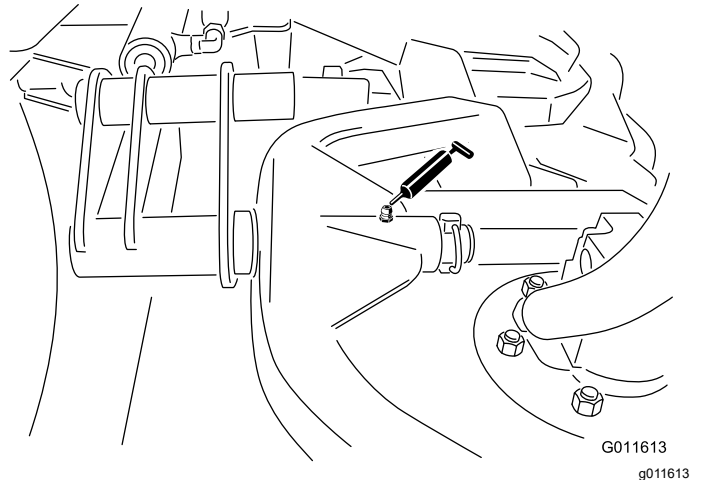

Figure 41
- Pivot de bâti porteur d'unité de coupe (x 1) – Figure 41